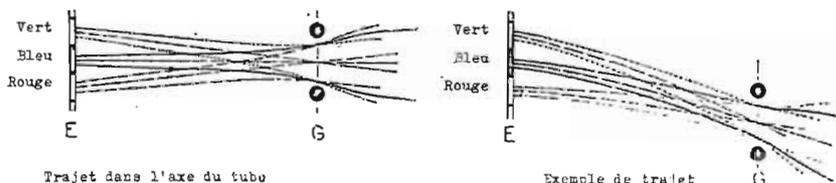

Fig. 5
2) Séparation des couleurs (Fig. 5).